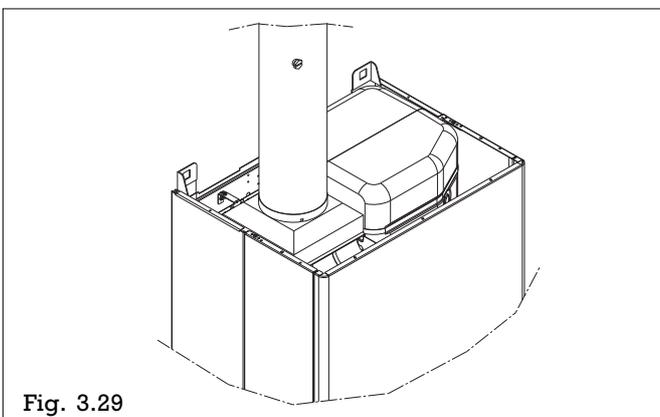

Fig. 3.29
- Le trou pour l'insertion des instruments pour l'analyse de la combustion doit être effectué sur le tuyau rectiligne placé après la sortie de la boîte à fumées (fig. 3.29) selon la réglementation en vigueur.